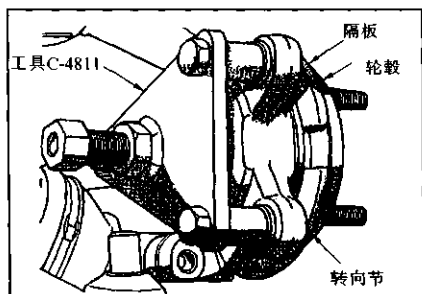

图 7-3-18 轮毂的拆卸
① 拆卸:
2) 用工具 C-4811-14(或类似工具),拆下轮毂,见图 7-3-18。